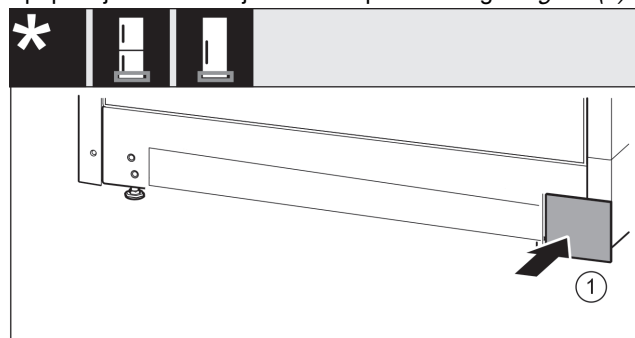

Fig. 17
- ▶ Ponovno natakните pokrov na drugu stranu. Fig. 17 (1)